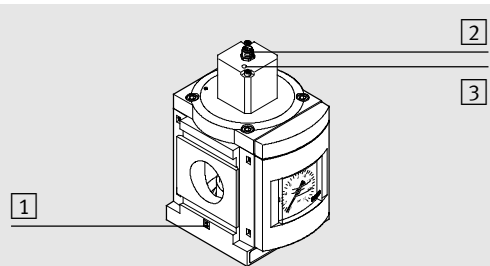

Bild 1
- Beakta flödesriktningen från 1 till 2. Siffrorna 1 på produkthuset och anslutningsplattan fungerar som orientering (➔ Bild 1).